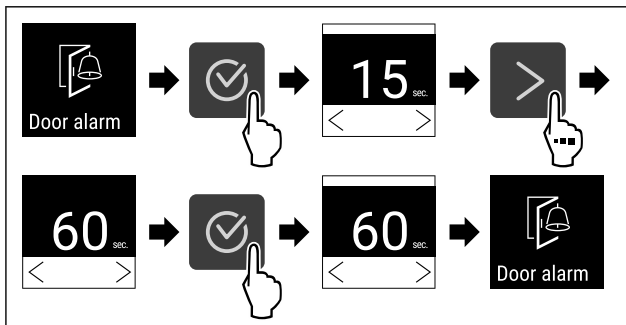

Fig. 96
- ▶ Vykonajte kroky akcie (pozri Fig. 96) .